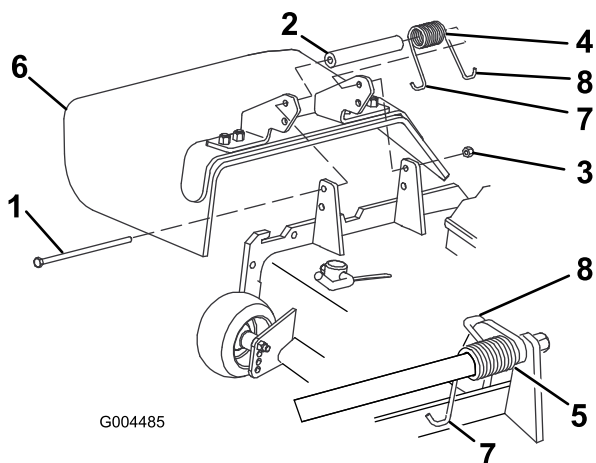

図 78
2. デフレクタをピボット・ブラケットに固定しているロックナット、ボルト、スプリング、スペーサを外す(図 78)。デフレクタを取り外す。
3. デフレクタのブラケットの間にスペーサとスプリングを入れる (図 78)。スプリングの左側のフックを、デッキのエッジに引っ掛ける。
- 注** ボルトを取り付ける前に、スプリングのJ字フックがデッキの後部エッジに図 78のように取り付けられていることを確認してください。
4. ボルトとナットを取り付ける。スプリングの右側のフックを、デフレクタに引っ掛ける (図 78)。